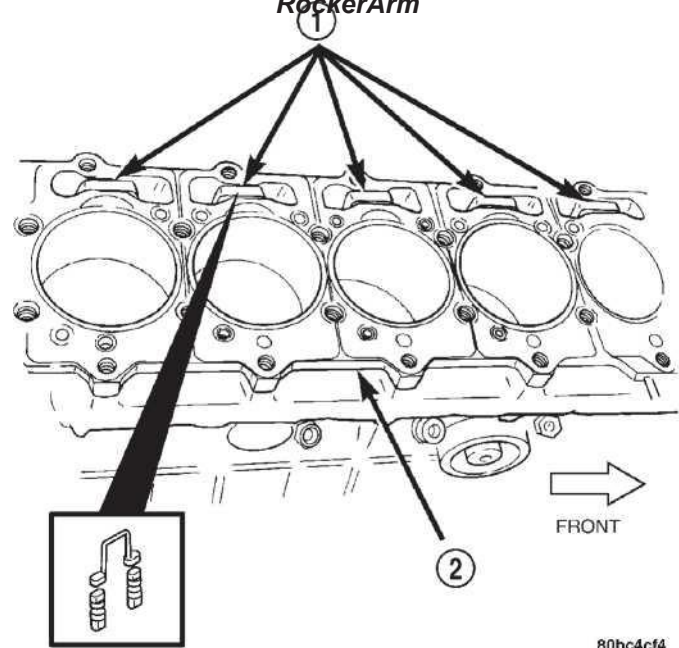

Рис. 50 Шток и держатель
(5) Удалите покрытие головки цилиндра. Обратитесь к демонтажу покрытия головки цилиндра и порядку монтажа в этом разделе.
(6) Удалите сборки клапана и толкатели. Обратитесь к коромыслам и демонтажу толкателя и порядку монтажа в этом разделе. Идентифицируйте толкатели для обеспечения установки в исходном местоположении.
(7) Удалите головку цилиндра, впускной коллектор и выпускной коллектор. Обратитесь к демонтажу головки цилиндра и установке в этом разделе.
(8) Удалите держатели штока (Рис. 50).
(9) Двигайте Гидравлический Инструмент Съёмника/Монтажника Штока посредством открытия в блоке и инструмент сиденья твердо в главе штока.
(10) Вытащите шток из отверстия с движением скручивания. Если все штоки должны быть удалены, идентифицируйте штоки для обеспечения установки в исходном местоположении.